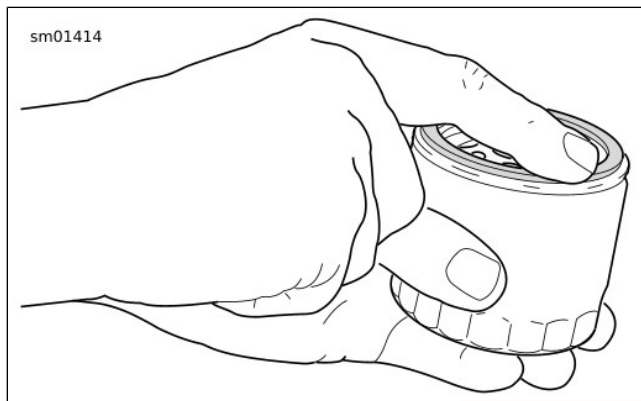

Abbildung 110. Schmieren der neuen Ölfilterdichtung
7. Siehe Abbildung 110. Den **neuen** Ölfilter einbauen.